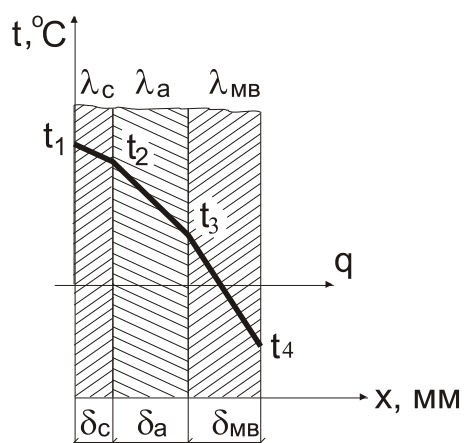
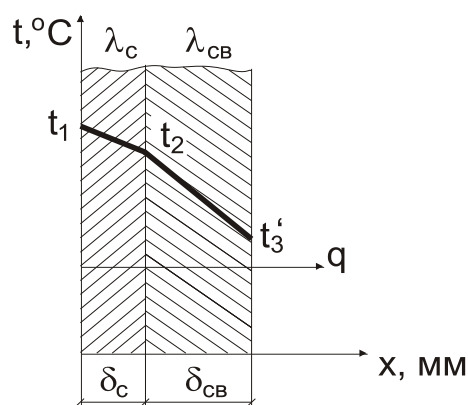

Рис. 2.2
Рис. 2.3
**2.4.** Плоская стальная стенка  $\lambda_c = 45,4$  Вт/м·К,  $\delta_c = 2,5$  мм (рис. 2.2) изолирована слоем листового асбеста  $\lambda_a = 0,12$  Вт/м·К,  $\delta_a = 100$  мм и слоем минеральной ваты  $\lambda_{м.в} = 0,064$  Вт/м·К;  $\delta_{м.в} = 100$  мм. Рассчитать толщину слоя стекловаты  $\lambda_{с.в} = 0,047$  Вт/м·К, который необходимо положить вместо асбеста и минеральной ваты (рис. 2.3), чтобы изолирующее действие конструкции осталось без изменения (вариант 1); улучшилось в 1,5 раза (вариант 2).